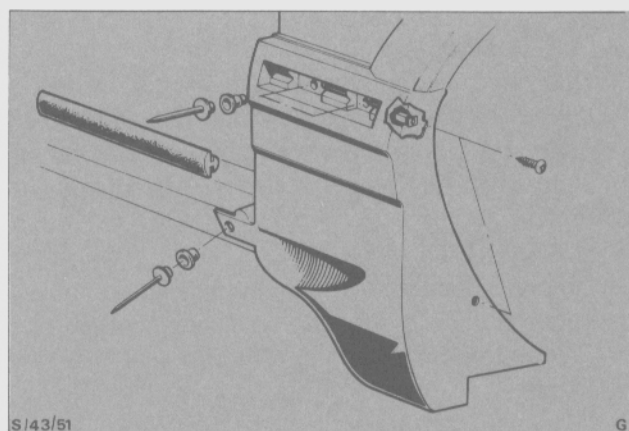

Fig. 57 - Montaje de la moldura inferior del guardabarro trasero.
- Retirar el inserto, colocado a presión, de la moldura inferior (Fig. 57).
- Colocar los dos tornillos laterales y los tres remaches de fijación (Dos debajo del alojamiento del inserto y el tercero en el extremo que va oculto por la moldura del zócalo) (Fig. 57).